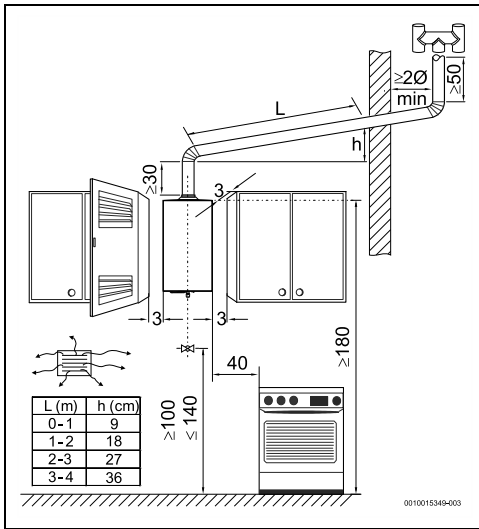

Bild 10 Mindestabstände (cm)
- ▶ Die in Bild 10 angegebenen Mindestabstände einhalten.
- ▶ Freien Zugang für Wartungsarbeiten sicherstellen und hierfür die in Abbildung 10 angegebenen Mindestabstände einhalten.